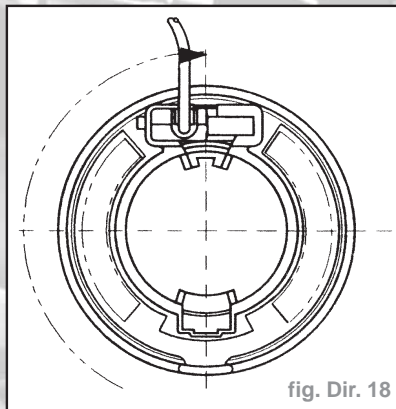

fig. Dir. 18
- tourner ensuite légèrement la partie supérieure de la pièce dans le sens des aiguilles d'une montre (sens horaire) et vérifier que le contact tournant est bien dans la position représentée (fig. Dir. 18).